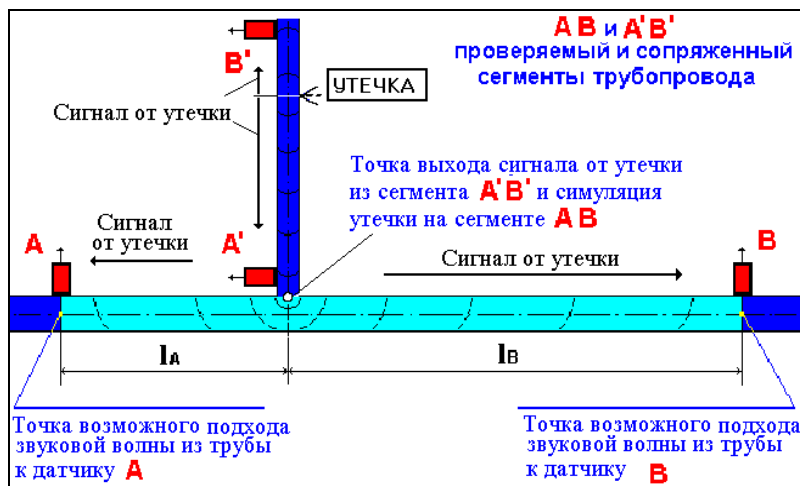

Рис.44. Иллюстрация определения мнимой утечки, определенной на сегменте АВ, в районе стыка с отводом А'В', имеющего утечку.
В тех случаях, когда место утечки, определенное прибором, расположено в ближней зоне (0,5...1 м для сегментов длиной до 20 м и 3...5 м для сегментов до 300 м) от места сопряжения контролируемого трубопровода с внешним трубопроводом или в зоне установки датчиков, требуется дополнительно проверить, не является ли данная утечка «мнимой» (псевдо утечкой), которая на самом деле расположена в другом месте или вовсе не существует. Данная ситуация встречается довольно часто и нередко приводит к существенным ошибкам по определению местоположения утечки. Это проиллюстрировано на рис.44.
Чтобы избежать ошибок в данном случае, необходимо провести дополнительную проверку на сопряженном сегменте, как показано на рис.44.
**Второй возможный результат.** Утечка выявляется на сопряженном сегменте, и ее местоположение определяется на противоположном конце от первого проверенного сегмента или вблизи него (точка В', рис.44). Этот результат может быть следствием:
**Третий возможный результат В.** Утечка выявляется на сегменте А'В' и ее положение определяется на ближнем конце к первому проверенному сегменту АВ или вблизи него (точка А', рис.44).